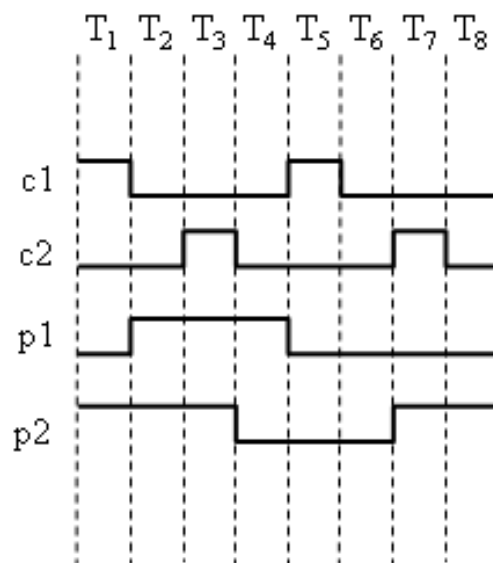

Figura 1.
El controlador que es tracta de dissenyar haurà de generar quatre senyals de sortida, anomenats **c1**, **c2**, **p1** i **p2**, els quals s'utilitzaran com a entrada pel driver L6219. Les possibles seqüències temporals a generar per a aquests senyals són les mostrades la figura 1.
1. Si el motor utilitzat per resoldre l'aplicació té una velocitat angular màxima de 300 r.p.m. i es desitja realitzar l'escombrat de la zona angular de 90° en 1 segon, suposant que la durada temporal de tots els intervals mostrats a la figura 1 sigui la mateixa i igual a T, determinar aquest valor de T.